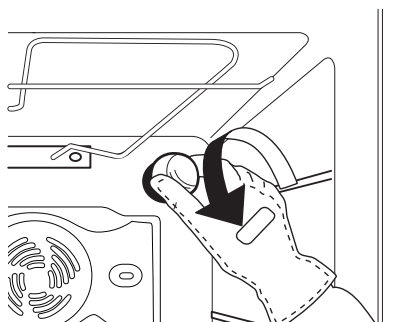

Fig. 8
2. Svitare la copertura della lampada (Fig. 8), sostituire la lampada (vedere la nota per il tipo di lampada) e avvitare di nuovo il coperchio della lampada.